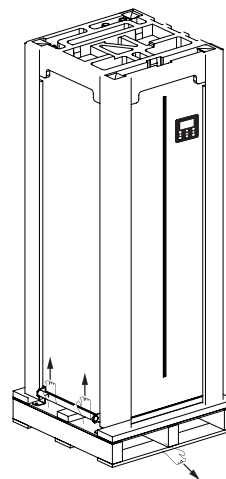

Fig.2-4
- Cuatro personas sostienen la chapa metálica para levantar la máquina, una de ellas tira de la base de madera (consulte la Fig.2-4).